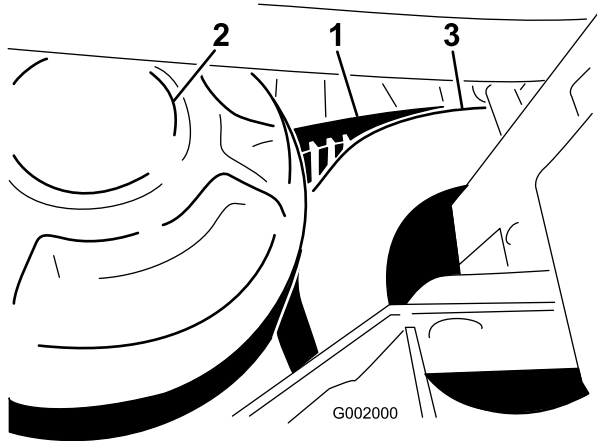

図 61
1. 二次クラッチを回しながら二次クラッチ部分でベルトを外す (図 61)。